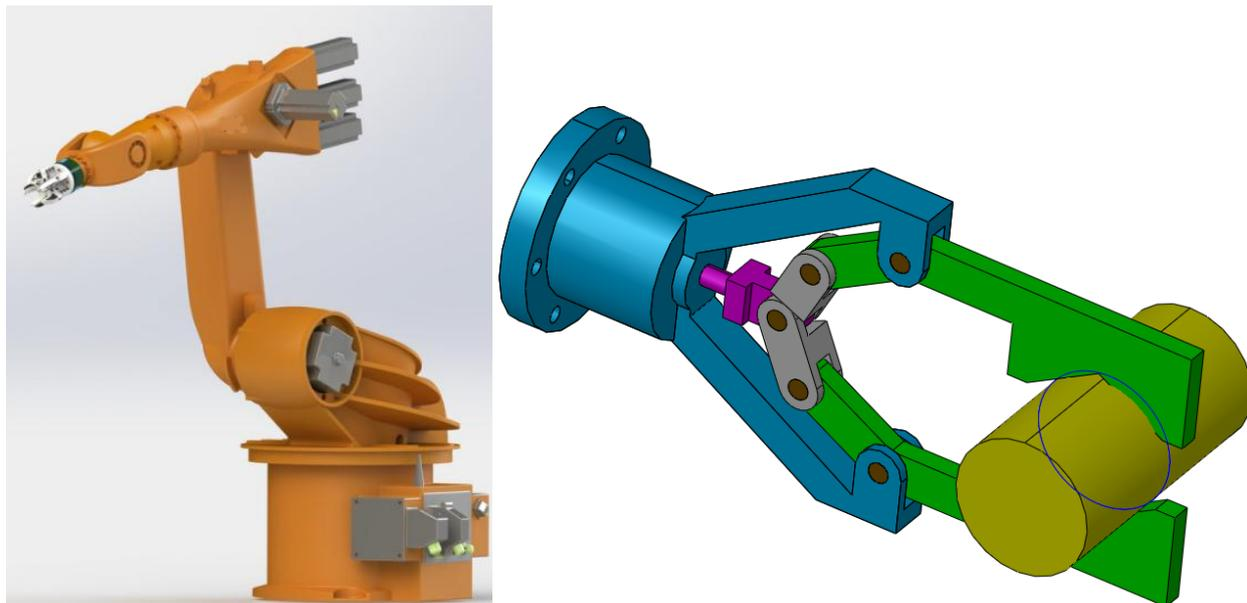
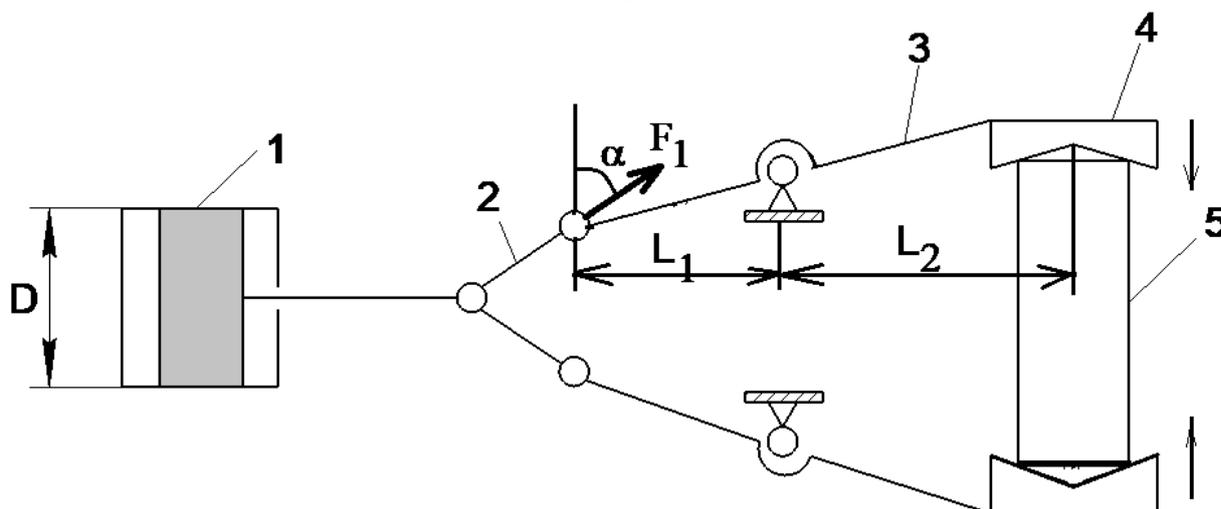

Рис. 6 Робот-манипулятор и его схват
Рис. 7. Вид на схват сбоку
Для перемещения деталей электромобиля на производственном участке применяется робот-манипулятор (рис. 6, слева). Для захвата и удержания деталей робот оснащен симметричным схватом (рис. 6, справа; схема на рис. 7). Схват состоит из пневмопривода (1), рычагов (2) и (3), а также губок (4), которые удерживают деталь (5). Определить *диаметр поршня* пневмоцилиндра  $D$  (м), требуемого для удержания детали массой 10 кг в схвате, если давление воздуха в пневмосистеме  $p=0,4$  МПа,  $L_1=0,25$  м,  $L_2=0,5$  м, угол между вертикалью и вектором силы  $F_1$  (совпадает с линией
1. Рассмотрим расчетную схему (рис. 7). На губки действует сила тяжести  $F=m \cdot g=10 \cdot 10=100 \text{ Н}$ . Равновесие звена 3 определяется из равенства моментов:  $F \cdot L_2 = F_1 \cdot L_1 \cdot \cos \alpha$ . Отсюда, усилие действующее на звено 2 направлено по его оси и равно  $F_1 = F \cdot L_2 / (L_1 \cdot \cos \alpha) = 100 \cdot 0,5 / (0,25 \cdot 0,71) = 281,69 \text{ Н}$ . Усилие на поршне равно  $F_n = k \cdot 2 \cdot F_1 \cdot \sin \alpha = 2,5 \cdot 2 \cdot 281,69 \cdot 0,71 \approx 1000 \text{ Н}$ . Диаметр поршня пневмоцилиндра равен  $D = \sqrt{(4F_n) / p\pi} = \sqrt{(4 \cdot 1000) / 400000 \cdot 3,14} = 0,056 \text{ м}$ .